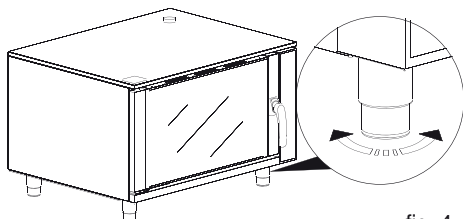

fig. 4
- c) Durante l'installazione su banco, provvedere alla messa in piano del forno agendo sui piedini regolabili (vedere la fig. 4).